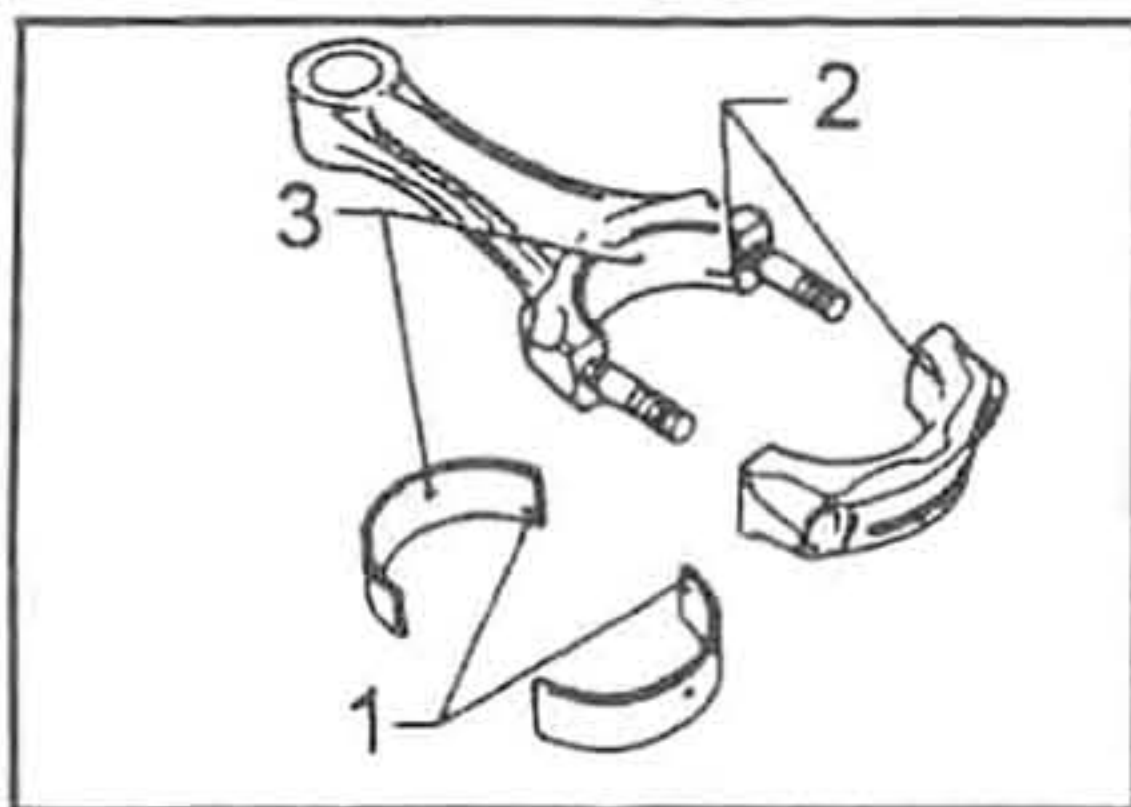

Рис. 80.
нала верхнего вкладыша совпадало с выходом масляного канала нижней головки шатуна (3) (рис. 80).